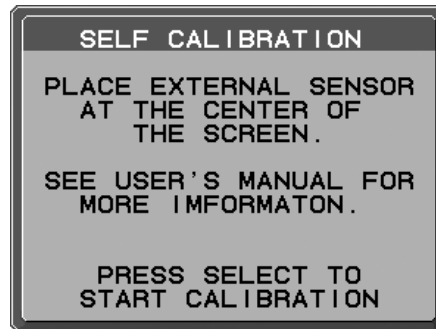

Abbildung S.2
3. Sie werden aufgefordert, das externe Nahbereichs-Farbmessgerät in der Mitte des Bildschirms zu platzieren (**Abbildung S.2**). Platzieren Sie das externe Nahbereichs-Farbmessgerät in der Mitte des Bildschirms, und drücken Sie anschließend SELECT.